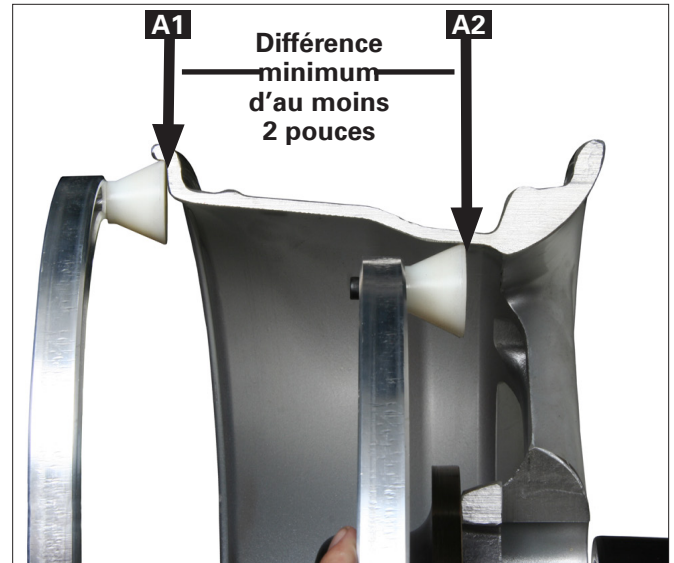

Figure 13 - Adhésif T2 (Tape-A-Weight^{MD} caché), laisser au moins 2 pouces entre les mesures A1 et A2
Si l'emplacement de l'Adhésif T2 (Tape-A-Weight caché) est sélectionné, utiliser le laser à ligne pour aligner le bras de mesure sur le point du marqueur laser (figures 13 et 14), en saisissant automatiquement les mesures A2 et D2.
8. Centrer et fixer le poids d'équilibrage extérieur à l'emplacement du point laser comme illustré à la figure 13.